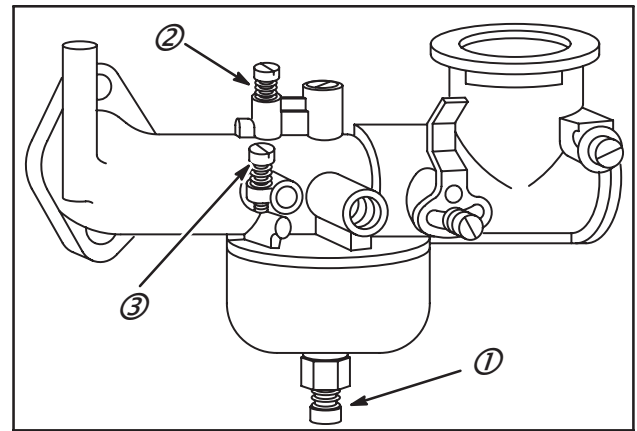

Fig. 123
Les carburateurs grand Venturi une pièce Flo-Jet sont similaires aux carburateurs petit Venturi une pièce Flo-Jet ; la différence réside dans le pointeau du gicleur principal fixe (1) sous la cuve, Fig. 123.